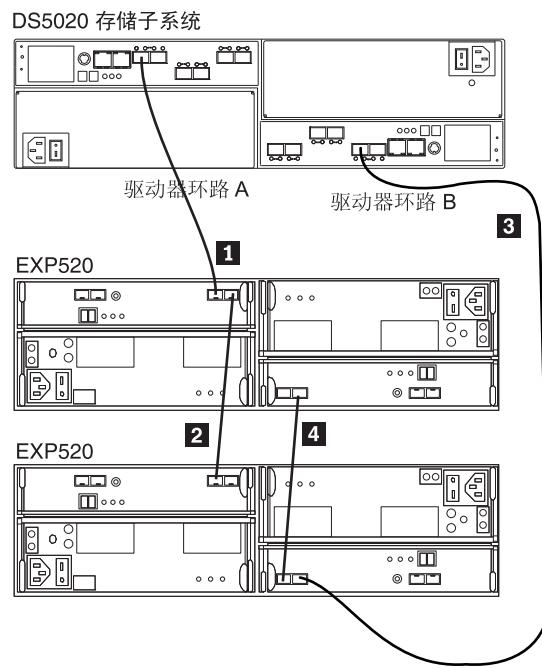

图 28. 正确的 EXP520 冗余驱动器环路配置
- DS5020 存储子系统控制器的控制器驱动器端口必须总是连接到与 DS5000 存储子系统相连的冗余驱动器通道/环路对内 EXP520 左右 ESM 中标注为 1B 的端口上。（第 41 页的图 28 显示这些端口的位置。）
第 41 页的图 28 显示了可使用一个 DS5020 存储子系统和两个 EXP520 创建的冗余驱动器环路。第 41 页的图 28 中提供的数字显示了连接电缆应使用的顺序。请注意，控制器端口连接到左右两边 ESM 上标注为 1B 的端口。
要创建图 28 中所示的驱动器环路 A (DS5000 冗余驱动器环路)，需要执行以下步骤：
要创建图 28 中所示的驱动器环路 B (DS5000 冗余驱动器环路)，需要执行以下步骤：